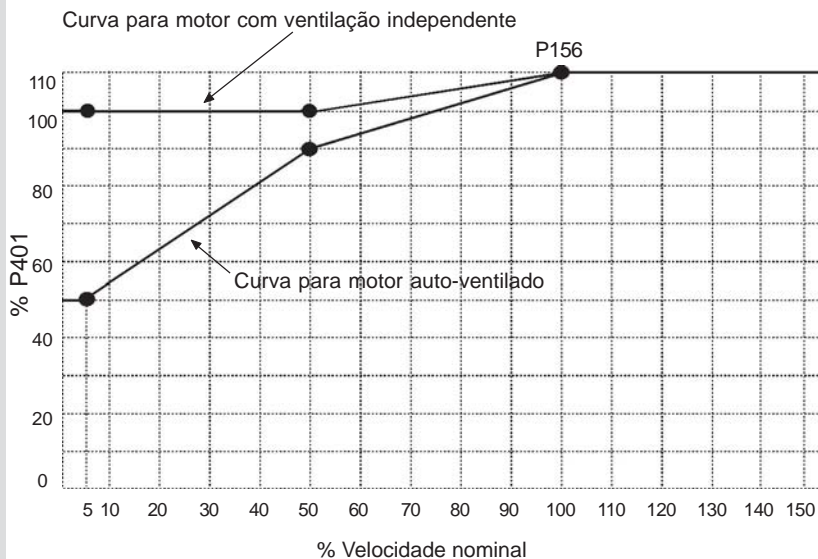

Figura 6.18 – Níveis da proteção de sobrecarga
<ul style="list-style-type: none"> <li>☑ Utilizado para proteção de sobrecarga do motor e do inversor (Ixt – E05).</li> <li>☑ A corrente de sobrecarga do motor é o valor de corrente a partir do qual o inversor entenderá que o motor (P156, P157 e P158) está operando em sobrecarga.</li> <li>☑ Quanto maior a diferença entre a corrente do motor e a corrente de sobrecarga, mais rápida será a atuação do E05.</li> <li>☑ O parâmetro P156 (Corrente de Sobrecarga à Velocidade Nominal) deve ser ajustado num valor 10% acima da corrente nominal do motor utilizado (P401).</li> <li>☑ A corrente de sobrecarga é dada em função da velocidade que está sendo aplicada ao motor, de acordo com a curva de sobrecarga. Os parâmetros P156, P157 e P158 são os três pontos utilizados para formar a curva de sobrecarga do motor, mostrada na figura 6.18 para o ajuste de fábrica.</li> <li>☑ Com o ajuste da curva de corrente de sobrecarga, é possível programar um valor de sobrecarga que varia de acordo com a velocidade de operação do inversor (padrão de fábrica), melhorando a proteção para motores auto-ventilados, ou um nível constante de sobrecarga para qualquer velocidade aplicada ao motor (motores com ventilação independente).</li> <li>☑ Esta curva é mudada quando P406 (Tipo de ventilação) é mudado durante a subrotina auto-guiada. (Ver item 5.2).</li> </ul>